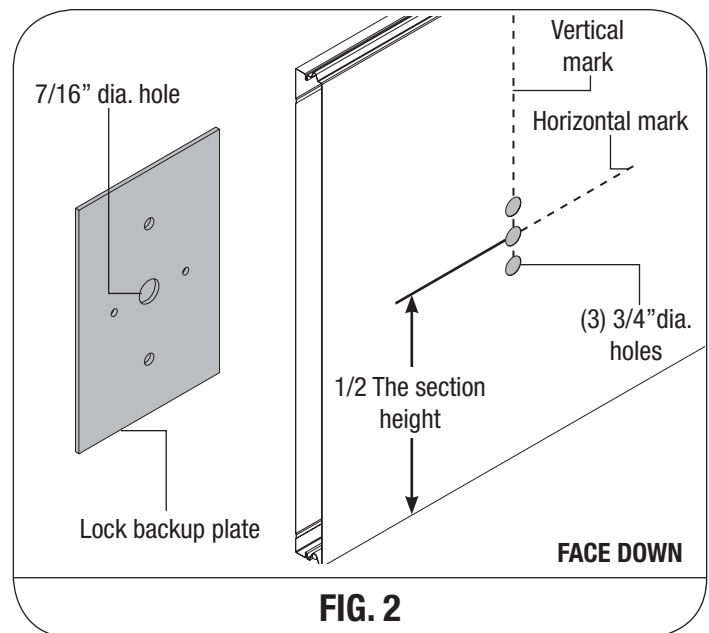

FIG. 2
9800/9700/8300/8500/8700 & WOOD DOORS, (SEE FIG. 2): Place the lock section face up on (2) padded sawhorses for a single car door or (3) padded sawhorses for a double car door. Locate the middle of the center stile, measure the distance from the end of the section to the middle of the center stile. Turn the section face down, transfer the measurement and mark a light vertical line, then mark a horizontal line at half the section height. Align the 7/16" diameter hole of the lock backup plate at the intersection point of the horizontal and vertical marks, use the lock backup plate as a template to mark the (3) holes, remove the lock backup plate and drill (3) 3/4" diameter holes through the section.
EN LAS PUERTAS DE LAS 9800/9700/8300/8500/8700 Y DE MADERA, (VER FIG. 2): Coloque la sección de la cerradura boca arriba sobre (2) caballetes acolchados para una puerta simple o (3) caballetes acolchados para una puerta doble. Localice el centro del montante central, mida la distancia desde el extremo de la sección al centro del montante central. Voltee la sección boca abajo, transfiera la medición y marque una línea vertical suave, después marque una línea horizontal en la mitad de la altura de la sección. Alinee el orificio de 7/16" de diámetro ubicado en la placa de apoyo de la cerradura con el punto de intersección de las marcas horizontal y vertical, use la placa de apoyo de la cerradura como plantilla para marcar los (3) orificios, quite la placa de apoyo de la cerradura y taladre (3) orificios de 3/4" diámetro a través de la sección.